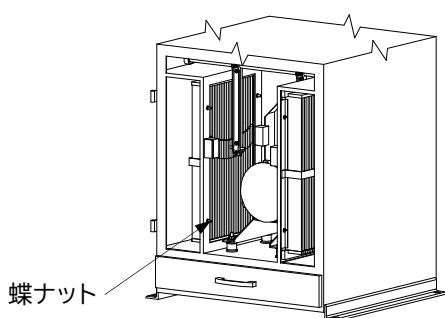
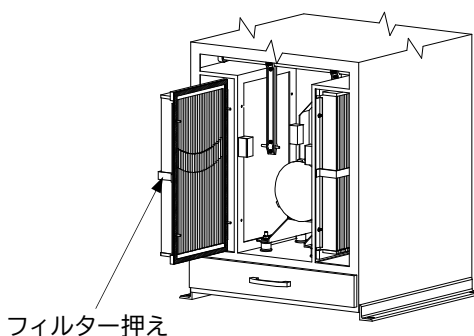

図1
図2
- ①パッチン錠を外して前扉を開けてください。
- ②フィルターは左右1個ずつ、図1のように取り付いています。
- ③蝶ナットをゆるめ(片側4ヶ)、蝶ナットとワッシャーと取り外します。
- ④フィルター押えとフィルターをセット状態のまま図2のように静かに外部へ引き出します。
- ⑤フィルター押えとフィルターを分離させます。
- ⑥フィルターの取付けは、上記と逆の手順で作業をおこなってください。